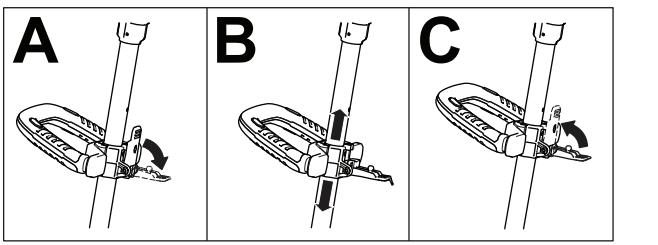

Figura 14
1. Abra el pestillo de la empuñadura auxiliar (Figura 14, A).
2. Deslice la empuñadura auxiliar hacia arriba o abajo hasta la posición deseada (Figura 14, B).
3. Cierre el pestillo de la empuñadura auxiliar para fijarla en su lugar (Figura 14, C).